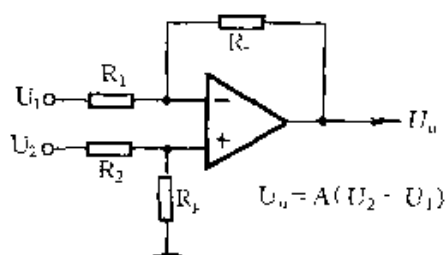

图 2-345
③ 差动放大器电路如图 2-345 所示,用来放大两个输入电压 U_1 与 U_2 的差值,其闭环放大倍数 $A = \frac{R_f}{R_1}$ 。这实际上是一个减法器电路, U_1 为减数电压, U_2 为被减数电压, U_o 为差电压。当取 $R_1 = R_2 = R_f$ 时, $A = 1$, 输出电压 $U_o = U_2 - U_1$, 实现了减法运算。 R_p 为平衡电阻。